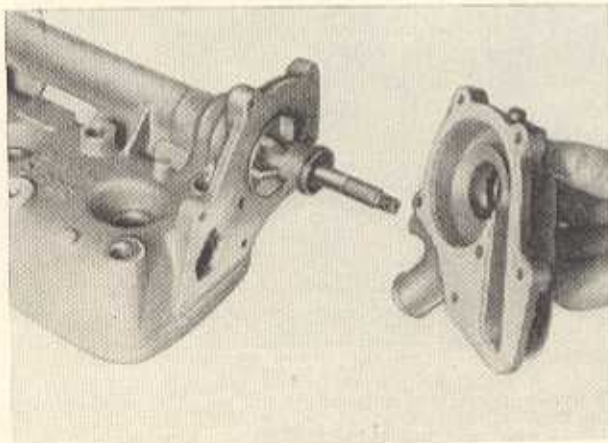

Bild M 25. Abnehmen des Pumpengehäuses
3. Lösen der fünf Sechskantschrauben am Pumpengehäuse und Abnehmen des Pumpengehäuses (Bild M 25).